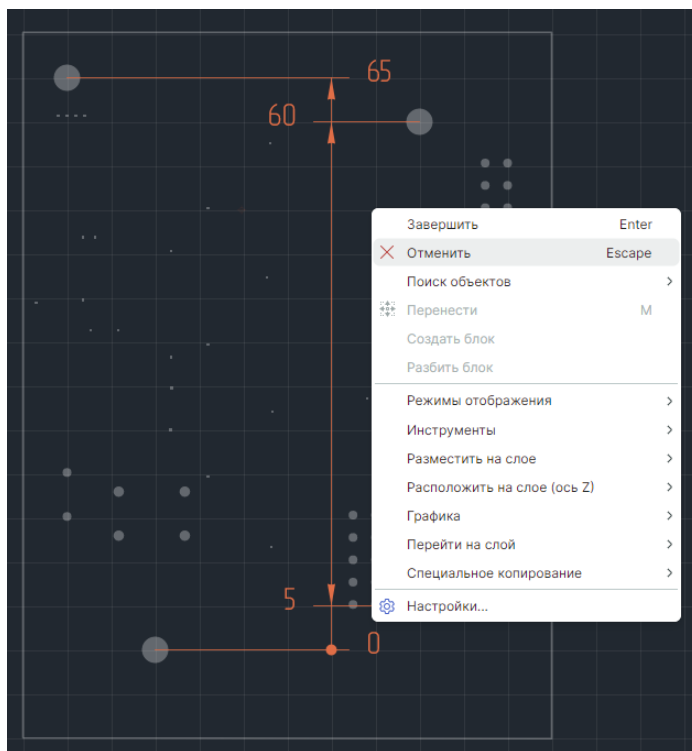

Рис. 452 Отмена размещения размерной линии
7. Размещение линии можно отменить, для этого нажмите клавишу «Escape» или вызовите контекстное меню и выберите «Отменить», см. Рис. 452.